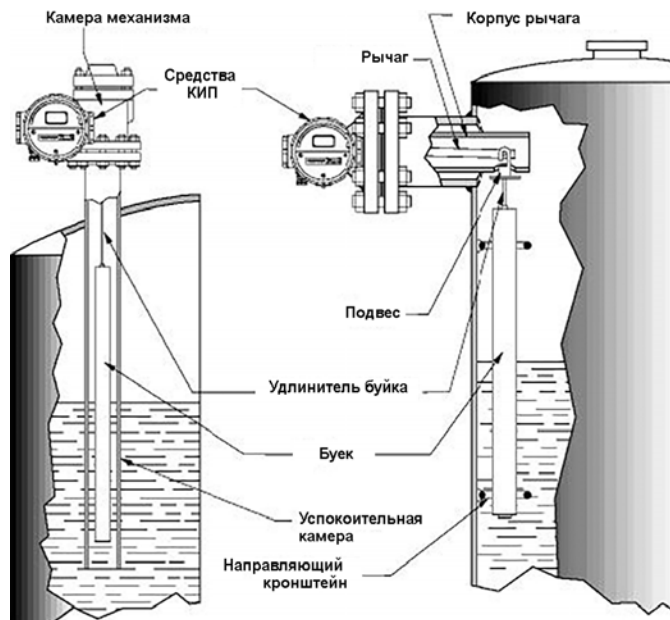

Рис. 5.
а. Прибор 12403, устанавливаемый сверху на фланец (рис. 5)
4.2.2.2 Модель 12403, успокоительная колба (рис. 5)